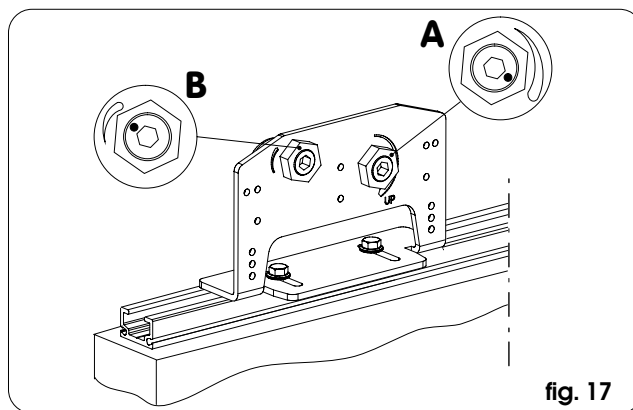

fig. 17
• Su ogni carrello è presente una ruota di scorrimento in acciaio con eccentrico e relativo sistema di regolazione (rif. A fig. 17) ed un rullino antiribaltamento in nylon con eccentrico e relativo sistema di regolazione (rif. B fig. 17); l'escursione in altezza consentita del carrello è di ± 10 mm. Il sistema di regolazione degli eccentrici è composto da un grano con sede esagonale per chiave a brugola da 8 mm e un dado di bloccaggio per chiave esagonale da 24 mm.
- Sbloccare i rullini antiribaltamento (rif. B fig. 17) e posizionarli al minimo della regolazione consentita (ruotando il grano in senso antiorario).
- Sbloccare le ruote di scorrimento (rif. A fig. 17); aggiustare la posizione dell'anta agendo sui grani di regolazione (ruotando il grano in senso orario l'anta si alza, ruotando il grano in senso antiorario l'anta si abbassa) fino a renderla parallela al pavimento e verificando il corretto scorrimento della guida inferiore sul pattino, quindi ribloccare.
- Posizionare i rullini antiribaltamento (rif. B fig. 17) in modo che sfiorino la guida ricavata sul profilo di sostegno, agendo sui rispettivi grani (ruotando il grano in senso orario il rullino si alza, ruotando il grano in senso antiorario il rullino si abbassa), quindi bloccarli.